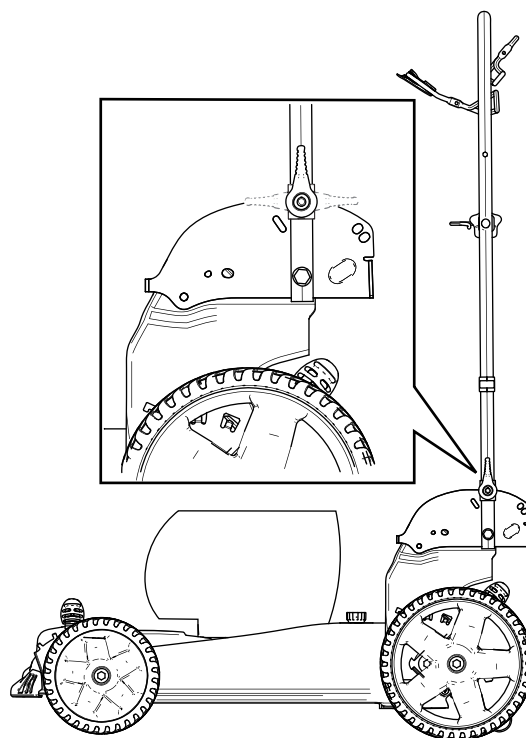

Figure 19
4. Pliez la poignée vers l'avant à la position verticale ou complètement en avant, comme montré à la Figure 19.